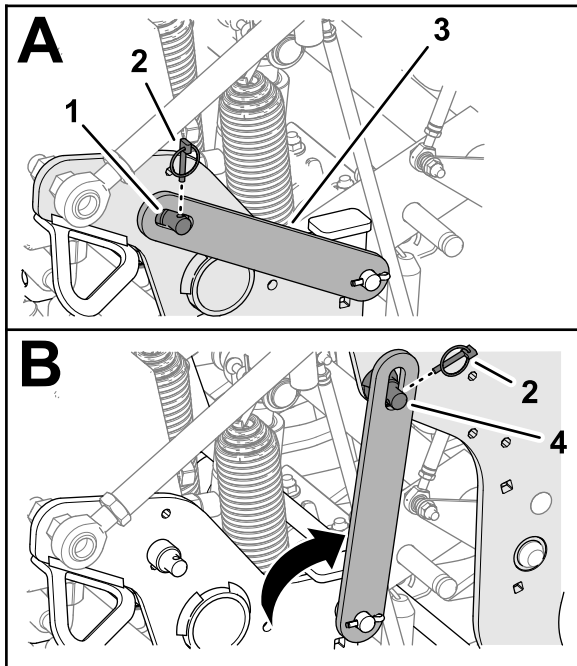

Bild 102
4. Entfernen Sie den Klappstecker, mit dem der Wartungsriegel an der Seitenplatte befestigt ist (Bild 102).